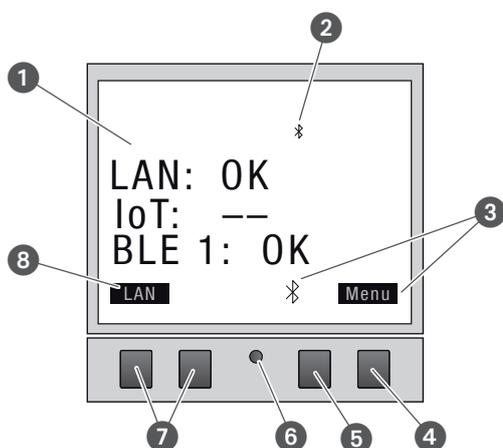

Abb. 2: Displayaufbau
Funktionsanzeigen der beiden rechten Tasten (Abb. 2/④ + ⑤)
Funktionsanzeigen der beiden linken Tasten (Abb. 2/⑦)
Die Menüstruktur erscheint auf dem Display nach Betätigung der Menü-Taste (Abb. 2/4).